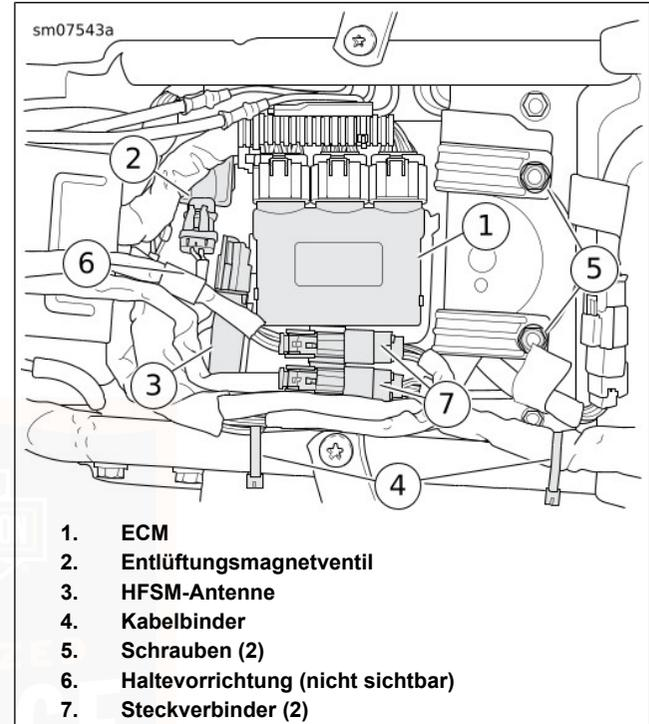

Abbildung 89. Obere Elektrietafel
- 2. Siehe Abbildung 89. ECM (1) von der oberen Elektriztafel lösen. Beiseiteschieben.
- 3. Sofern vorhanden, das Entlüftungsmagnetventil (2) nach vorne verschieben, um es von der oberen Elektriztafel zu lösen.
7. Siehe Abbildung 89. Die obere Elektrietafel in die Einbaustellung bringen und die Verriegelung in die Niederhaltevorrichtung eingreifen lassen.
8. Die obere Elektrietafel mit Befestigungsteilen (5) am Rahmenquerträger befestigen. Festziehen.